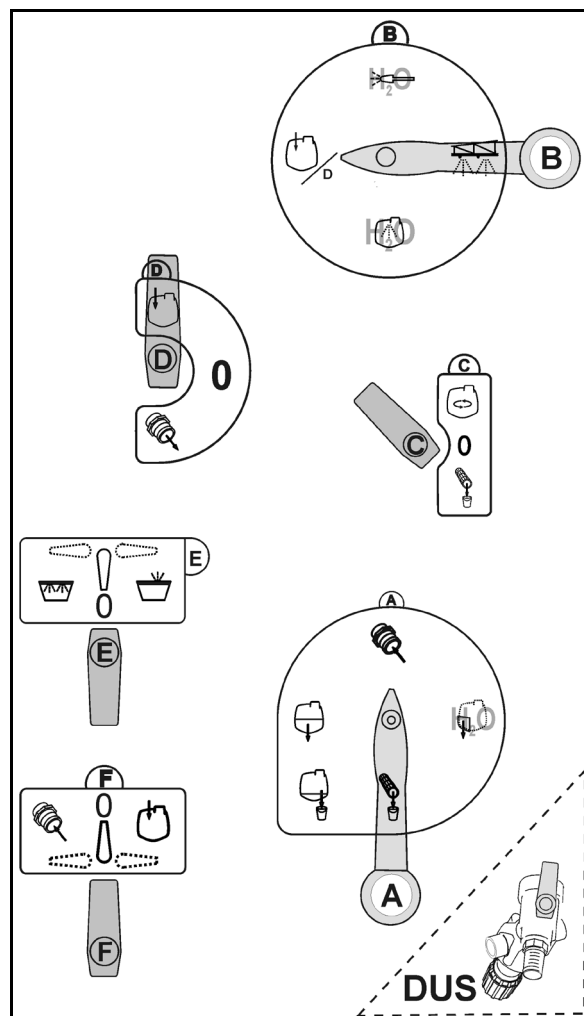

Fig. 15
1. Kuppeln Sie den Verbindungsschlauch (Fig. 15/1) vom Fronttank mit dem Befüllanschluss (Fig. 15/2).
2. Schalthahn am Fronttank (Fig. 15/3) in Position **X**.